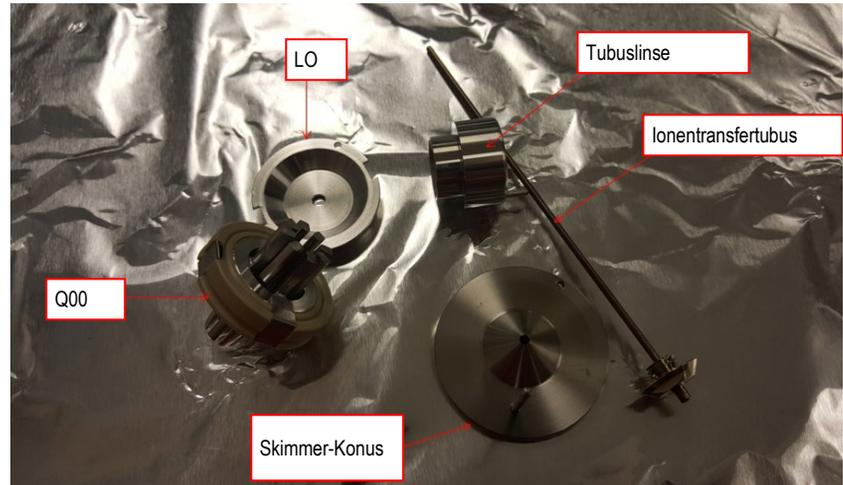

Abbildung 121: Die Bauteile des Optiksystems
- 18) Sie sollten nun die gesamte Optik herausgenommen haben, um sie reinigen zu können. Siehe Abbildung 121: Die Bauteile des Optiksystems.